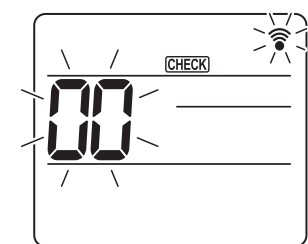
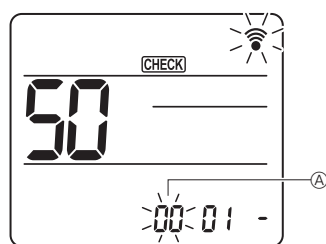
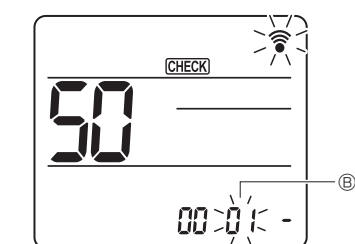
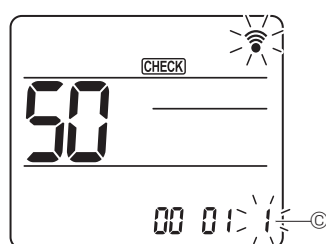

Fig. 7-18
Fig. 7-19
Fig. 7-20
Fig. 7-21
7.4.2. Através do controlo remoto sem fios (Fig. 7-18, Fig. 7-19, Fig. 7-20, Fig. 7-21)
① Aceder ao modo de seleção da função
Prima o botão [MENU] durante cerca de 5 segundos. (Inicie esta operação a partir do estado de desligado do visor do controlo remoto.) [CHECK] (VERIFICAR) acende e "00" pisca. (Fig. 7-18)
② Definir o número da unidade
Prima o botão [DOWN] para definir o número da unidade ①. (Fig. 7-19)
③ Selecione um modo
Prima o botão [DOWN] para definir o número do modo ②. (Fig. 7-20)
④ Selecionar o número de definição
Utilize o botão [DOWN] para alterar o número de definição ③. (Fig. 7-21)